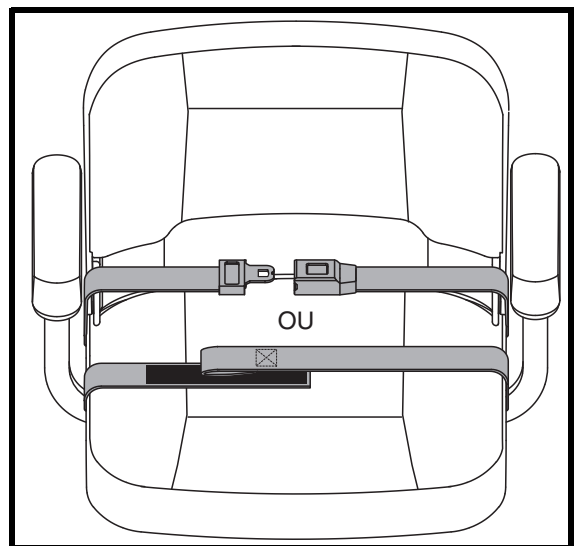

Figure 20. Ceinture de positionnement—De type attache in métal ou Ceinture de positionnement—Crochet réutilisable et boucle de fixation
1. Insérez l'onglet de la ceinture côté droit dans la boucle de ceinture côté gauche jusqu'à ce que vous entendiez le "clic". Voir la figure 20.
1. Alignez les deux côtés de la ceinture en plaçant les deux bouts directement au-dessus du côté de l'attache ("crochet") du côté opposé de la ceinture. Pressez fermement ensemble pour attacher. Voir la figure 20.